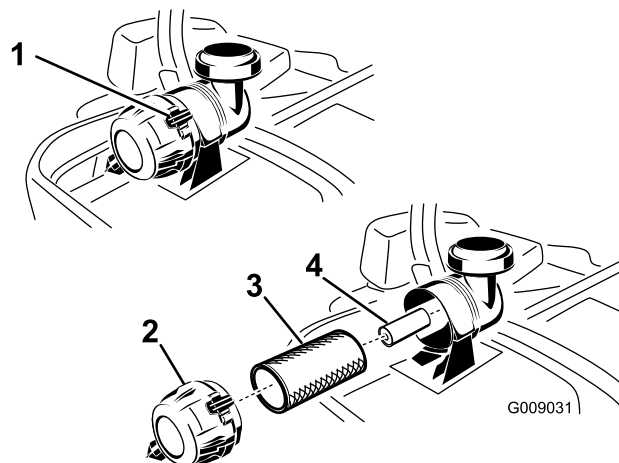

Bild 41
3. Üben Sie Druck aus, um die Riegel am Luftfilter zu lösen, und ziehen Sie die Abdeckung vom Gehäuse ab (Bild 41).
5. Schieben Sie den Hauptfilter vorsichtig aus dem Luftfiltergehäuse heraus (Bild 41). Vermeiden Sie ein Anstoßen des Filters an der Seite des Gehäuses.
1. Reinigen Sie den Papierfilter nicht sondern tauschen Sie ihn aus (Bild 41).
2. Wenn Sie den sekundären Luftfilter austauschen, schieben Sie ihn vorsichtig in das Filtergehäuse ein (Bild 41).
3. Schieben Sie den Hauptfilter vorsichtig auf den sekundären Filter (Bild 41). Stellen Sie sicher, dass dieser einwandfrei einliegt, indem Sie beim Einbauen auf den äußeren Rand des Filters drücken.
- Setzen Sie die Luftfilterabdeckung auf (Entlüfterdeckel nach unten) und drehen sie so, dass die Riegel in der Abdeckung einrasten (Bild 41).